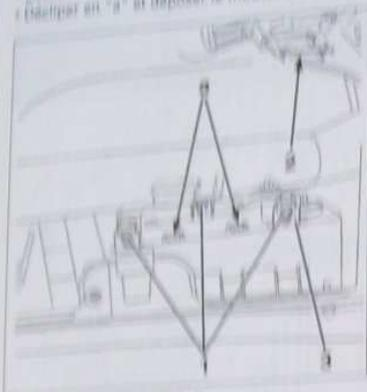

FIG. 7
- les vis de fixation (1) du module (fig. 7).
- détacher le connecteur (2) du module.
- décliper en "a" et déposer le module (3).